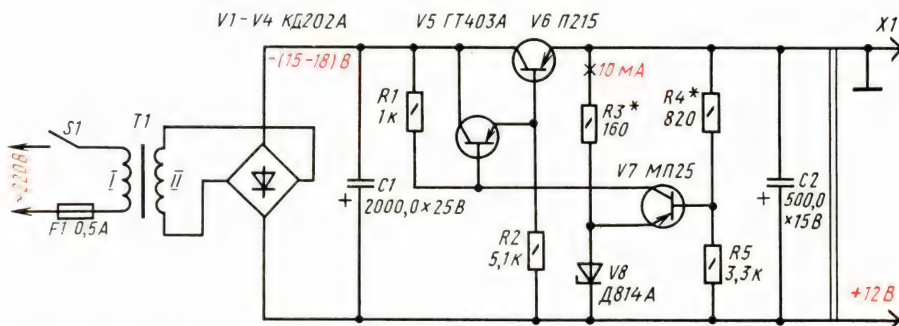

Рис. 397. Схема блока питания трансивера
**Блок питания** транзисторного трансивера можно смонтировать по схеме, приведенной на рис. 397. В нем многое тебе уже знакомо по сетевому блоку, о котором я рассказывал в одиннадцатой беседе. Двухполупериодный выпрямитель, блок образуют диоды КД202А V1–V4, включенные по мостовой схеме, и конденсатор С1, сглаживающий пульсации выпрямленного напряжения, а стабилизатор – транзисторы V5–V7 и стабилитрон V8. Транзисторы V5 и V6, включенные составным эмиттерным повторителем, выполняют функцию регулирующего транзистора повышенной мощности. Им управляет транзистор V7, работающий в режиме усиления постоянного тока.